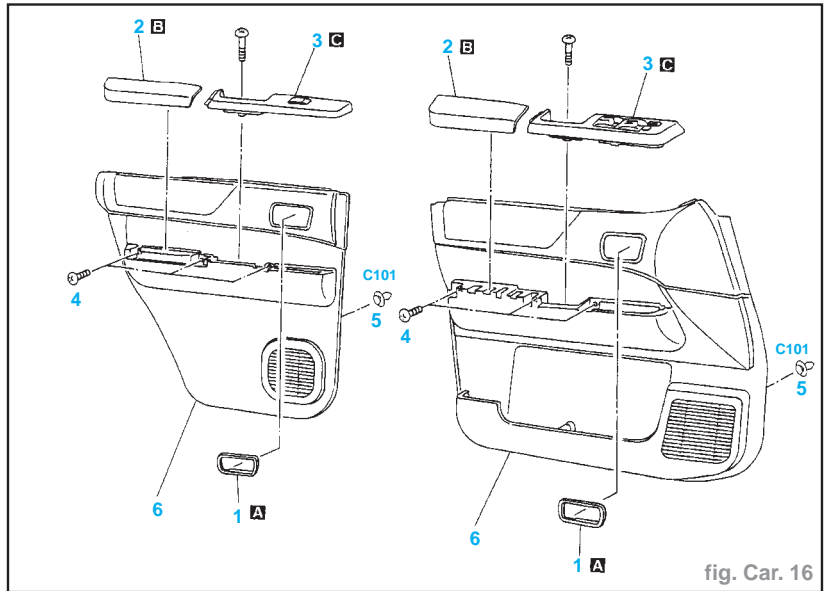

fig. Car. 16
- Voir (fig. Car.16 et 17)
- L'enjoliveur de poignée intérieure (A).
- L'accoudoir de la porte (B).
- Les vis de fixation des commutateurs de lève-glace puis débrancher le connecteur (C).